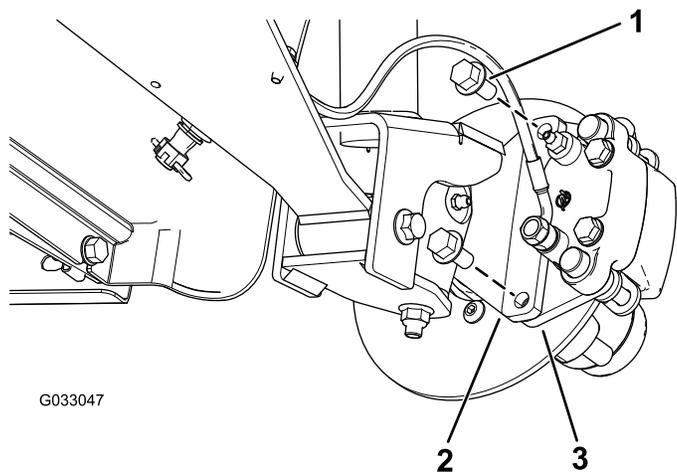
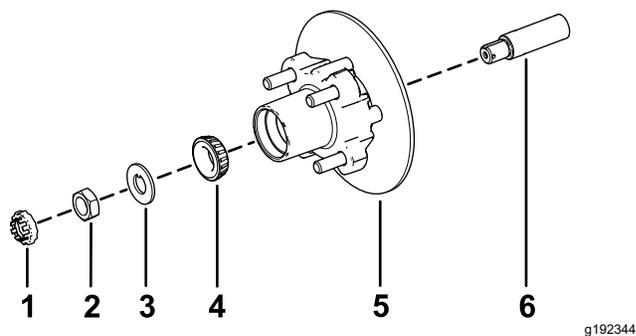

図 32
図 36
3. ブレーキアセンブリ用のブラケットをスピンドルに固定しているフランジヘッドボルト $\frac{3}{8}$ " x $\frac{3}{4}$ "を外してスピンドルからブレーキを取り外す 図 32。
1. スピンドルに所定のグリスを薄く塗る 図 36。
2. ハブとロータをスピンドルに取り付ける。ロータを内側にすること 図 36。
3. スピンドルに外側ベアリングを取り付けてレースにはめる 図 36。
4. スピンドルにタブワッシャを取り付ける 図 36。
5. スピンドルにスピンドルナットを取り付け、ハブを回してベアリングを着座させながらナットを $15 \text{ N}\cdot\text{m}$ $1.52 \text{ kg}\cdot\text{m}$ = $11 \text{ ft}\cdot\text{lb}$ に締めつける 図 36。
2. ブレーキパッドをロータのそれぞれの側に合わせ 図 32、キャリパブラケットの穴と、スピンドルフレームのブレーキ取り付け部の穴を整列させる 図 36。
3. キャリパブラケットをスピンドルフレームに固定する 図 32 フランジヘッドボルト $\frac{3}{8}$ " x $\frac{3}{4}$ " 2本を使用する。